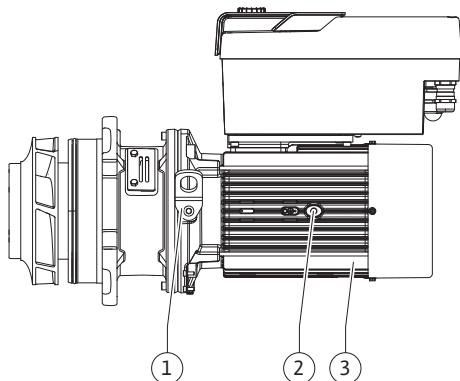

Fig. 112: Съёмный блок
13. Съёмный блок (см. Fig. 112) ввести в корпус насоса в прежнем или другом требуемом угловом положении. При этом учитывать допустимые монтажные положения компонентов (см. главу «Допустимые монтажные положения и изменение расположения компонентов перед установкой» [► 28]).